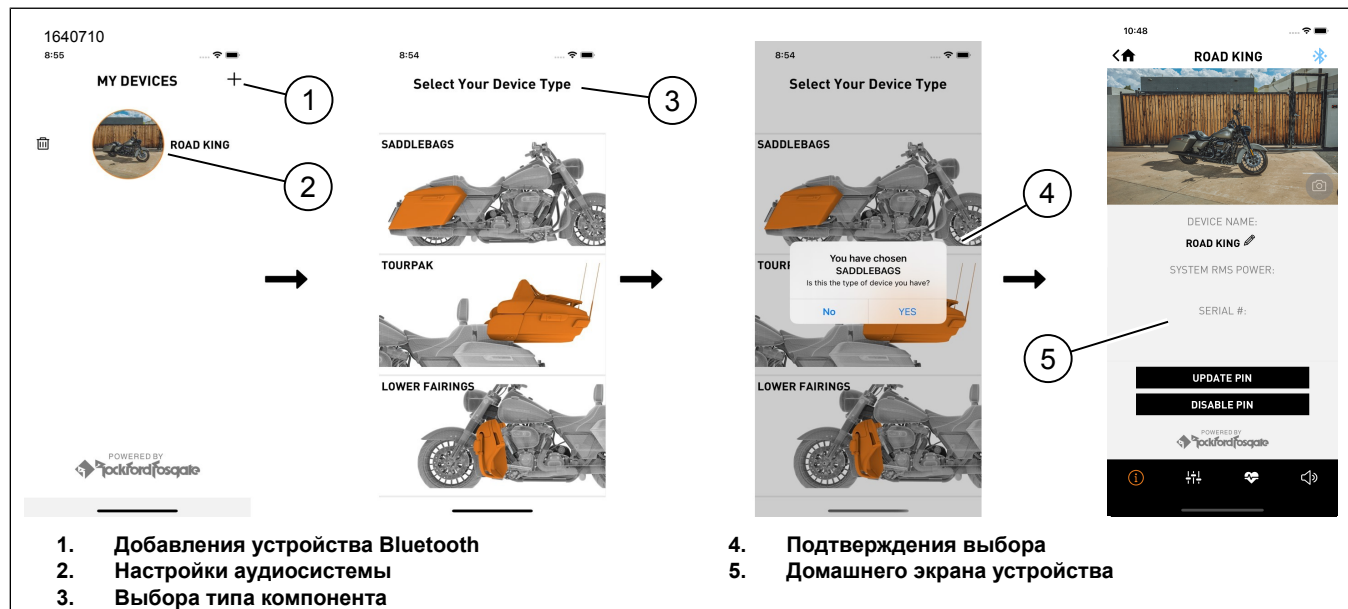
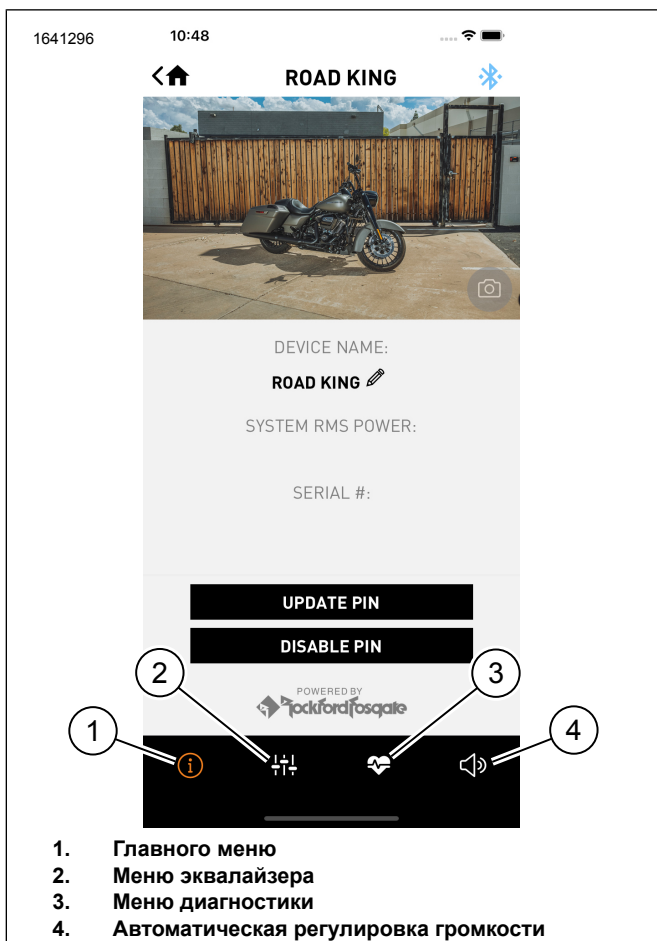
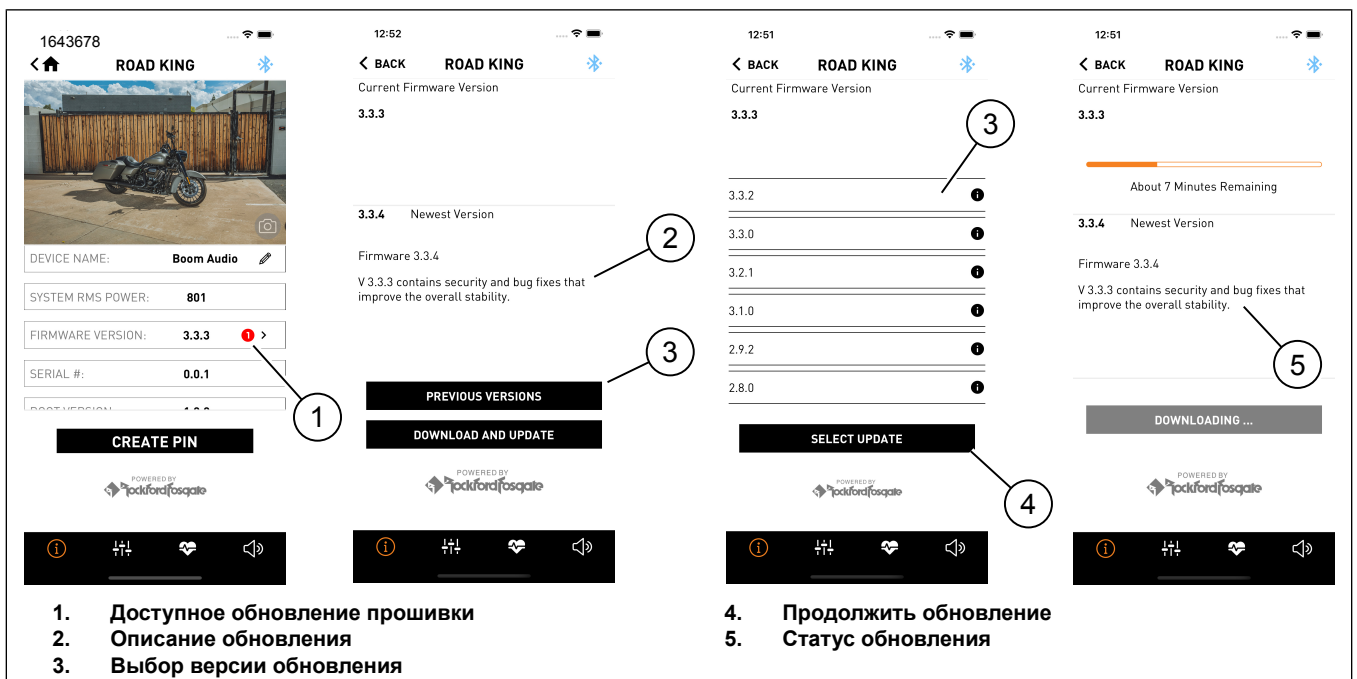

Рисунок 17. Процесса установки
Рисунок 18. Строка меню
Рисунок 19.
1. Рисунок 17 Доступ к аудиосистеме.
- a. Выполните сопряжение устройства (1) и системы.
- b. Войдите в меню приложения (2) для настройки аудиосистемы транспортного средства.
2. Выберите конфигурацию (3), в которой динамики были установлены на транспортном средстве.
3. Подтвердите выбор (4).
4. После завершения настройки отобразится домашний экран устройства (5).
5. Рисунок 18 Нажмите на иконки строки меню для отображения:
- a. Главного меню (1)
- b. Меню эквалайзера (2)
- c. Меню диагностики (3)
1. Рисунок 19 Красный кружок указывает на наличие доступного обновления прошивки (1).
2. Краткое описание обновления (2).
- b. Нажмите на предыдущую версию (3), если хотите установить ее.
3. Выберите обновление версии (3) и продолжите обновление (4).
- a. Рисунок 18 Нажатие значка главного меню (1) отобразит дополнительную информацию об обновлении.
4. На экране отображается состояние обновления (5), применяемого к усилителю.